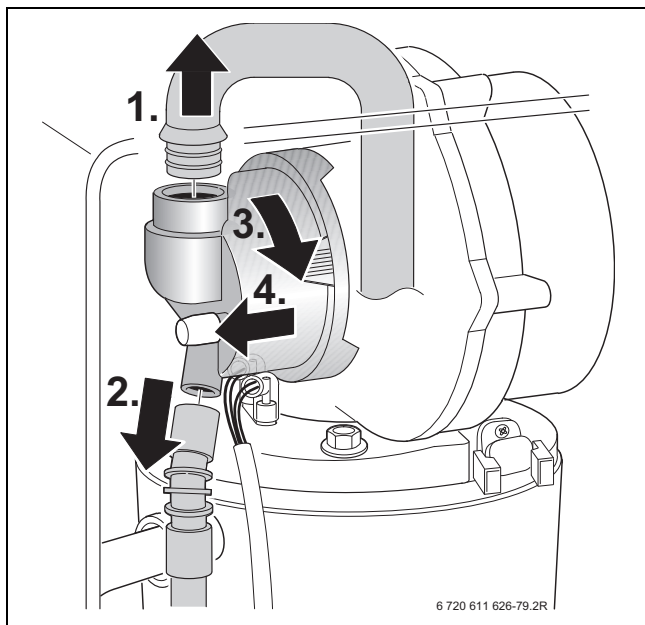
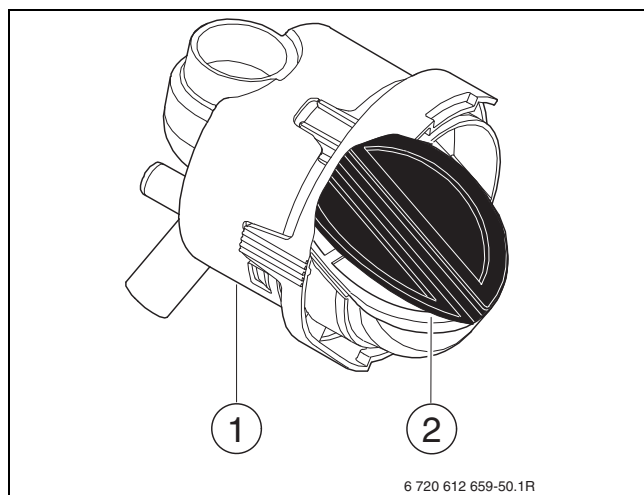

Fig. 68
Fig. 76
- ▶ Démontez le tube d'admission d'air et retirez le tuyau à gaz du dispositif de mélange, → figure 68.
- ▶ Démontez le mélangeur (fig. 76, [1]) comme indiqué sur la figure 68, pag. 42.